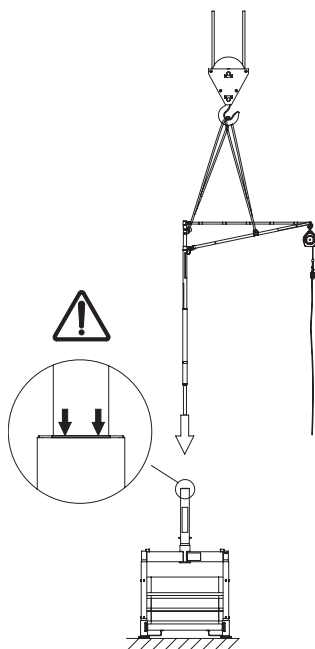

Figure 30. Positionnement du système SkyReach sur la colonne supérieure 4.7. Prenez garde à la grue et à ses mouvements pour éviter tout risque de blessures.
11. Utiliser une grue pour soulever l'ancrage SkyReach assemblé et l'abaisser dans la colonne supérieure 4.7/l'adaptateur SkyReach 5.9. Voir Figure 30. Le cas échéant, utilisez le crochet pour guider le système SkyReach et le positionner correctement. Vérifiez que l'ancrage SkyReach est inséré sur la bonne longueur en vérifiant l'étiquette de repérage pour l'insertion. Le bord supérieur du socle de la colonne/adaptateur doit être aligné sur le bord inférieur de l'étiquette. Voir Figure 30.